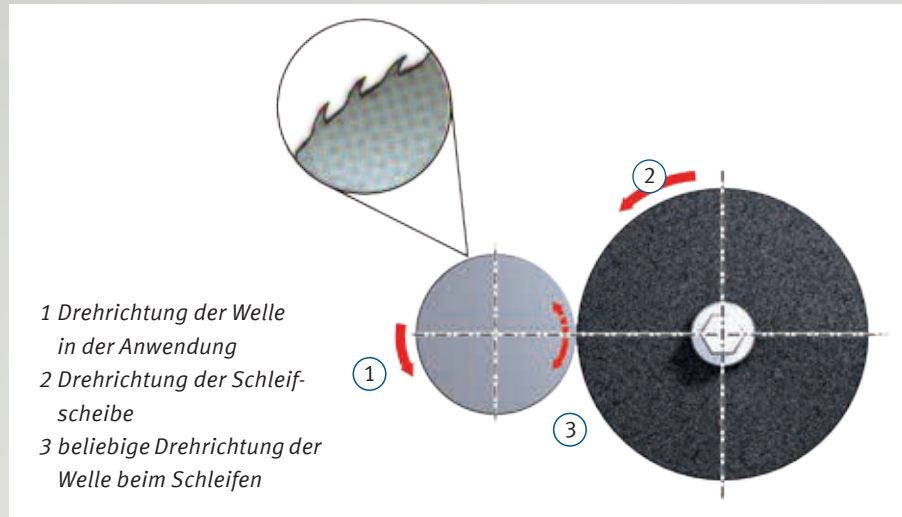

Abb. 43: Schleifen einer Gusswelle
- Sphäroguss (GGG) hat ein offenes Oberflächengefüge und ist darum auf  $R_z 2$  oder besser zu schleifen. Abb. 43 zeigt den Drehsinn von Gusswellen in der Anwendung. Dieser sollte dem Drehsinn der Schleifscheibe entsprechen, da in der entgegengesetzten Drehrichtung größerer Verschleiß entsteht.